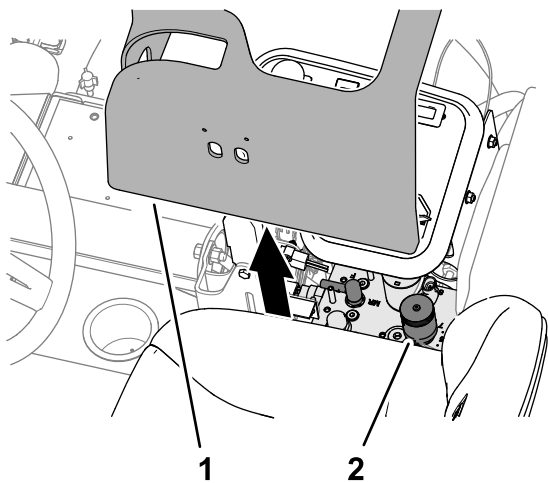

Рисунок 46
2. Поднимите крышку с рычага управления (Рисунок 46).